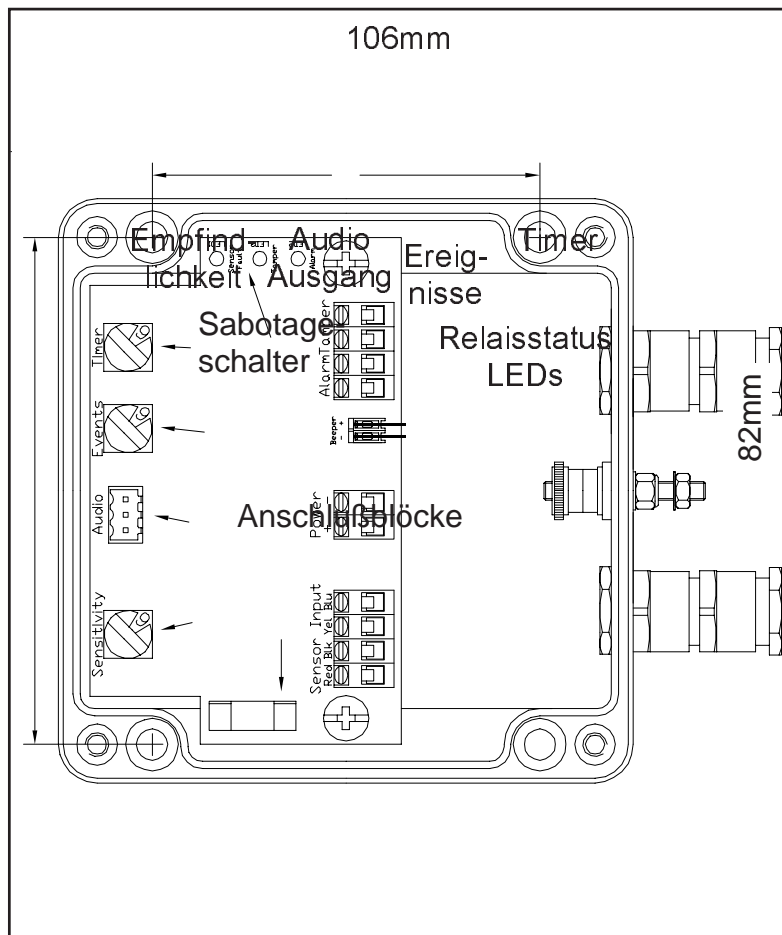

Abbildung 8
Zur Befestigung des Impactor400 Auswerters auf einer flachen, soliden Oberfläche sind vier Holzschrauben (10 x 50mm) und vier Plastikdübel erforderlich. Im Auswertergehäuse sind vier Löcher für die Holzschrauben vorgesehen (Abmessungen wie in Abbildung 8 gezeigt). Die Befestigungsschrauben sollten mittels eines 8mm Bohrers fest in die Dübel geschraubt werden. Zur leichteren Bedienung und Wartung sollte der Auswerter leicht zugänglich angebracht werden. Die Auswerter werden mit zwei, RF-geschirmten, dreiteiligen Stahlverschraubungen zum Anschluß von Sensor und Servicekabel geliefert.
4. Überprüfen Sie, daß sich sowohl die Sabotage-LED als auch die Alarm-LED in Stellung ON (EIN) befinden. Abbildung 8 zeigt, wo sich diese LEDs befinden.